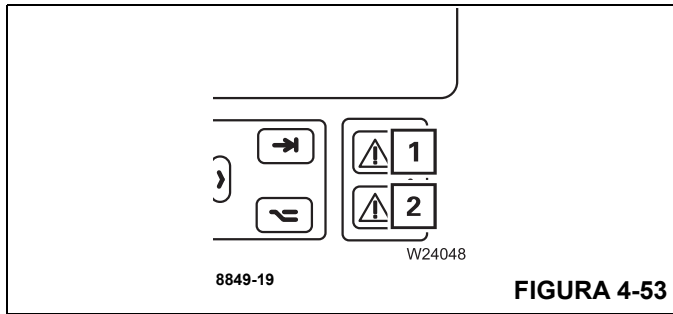

FIGURA 4-53
- las luces (1), (Figura 4-53) y (2), (Figura 4-53), se encienden,